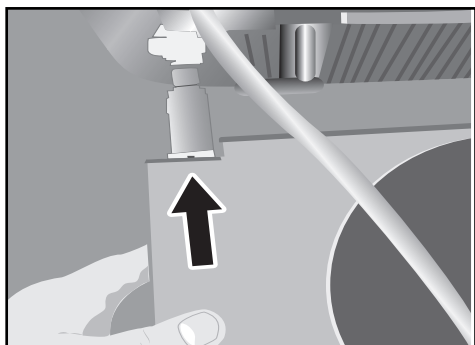

Fig.37
2. Placer le réservoir d'eau externe sur le plateau de support en vous assurant que l'adaptateur de raccord rapide est aligné avec le raccord rapide à l'arrière du cabinet. Voir la *fig. 37*.